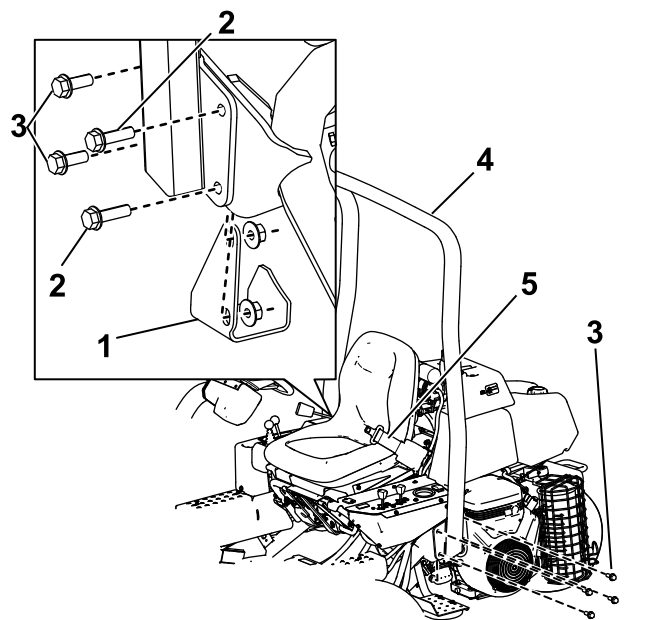

Figure 6
2. Abaissez l'arceau de sécurité (Figure 6) sur les supports de montage en alignant les trous de fixation.
3. Fixez le côté gauche de l'arceau de sécurité au support de montage avec 4 boulons (1/2" x 1 1/2") et contre-écrous (Figure 6).
5. Fixez le côté droit de l'arceau de sécurité et l'appui de cric déposé précédemment sur le support de fixation au moyen de 2 boulons (1/2" x 1 1/2"), 2 boulons (1/2" x 1 3/4"), 1 rondelle et des contre-écrous, comme montré à la Figure 6.